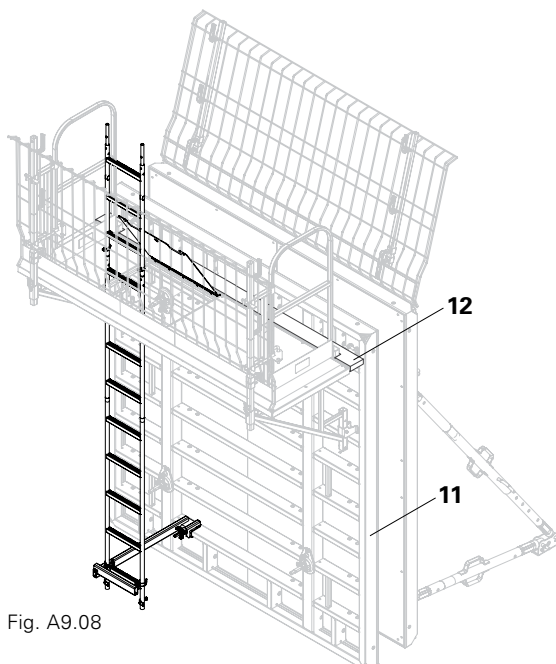

Fig. A9.08
3. Insérer un madrier. (Fig. A9.08)